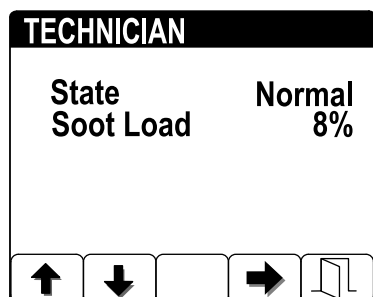

Figure 40
- Consultez la charge de suie mesurée dans le FAP sous forme d'un pourcentage (Figure 40); voir le tableau de charge de suie.